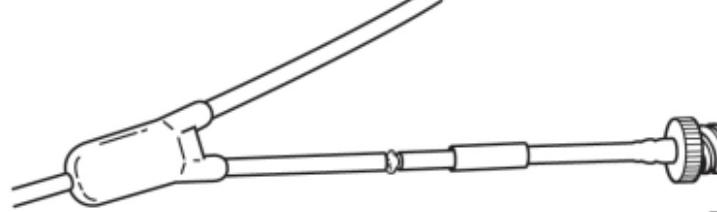

Fig. 13
4. Tragen Sie Klebstoff auf die Verbindungsstelle auf (Fig. 13).